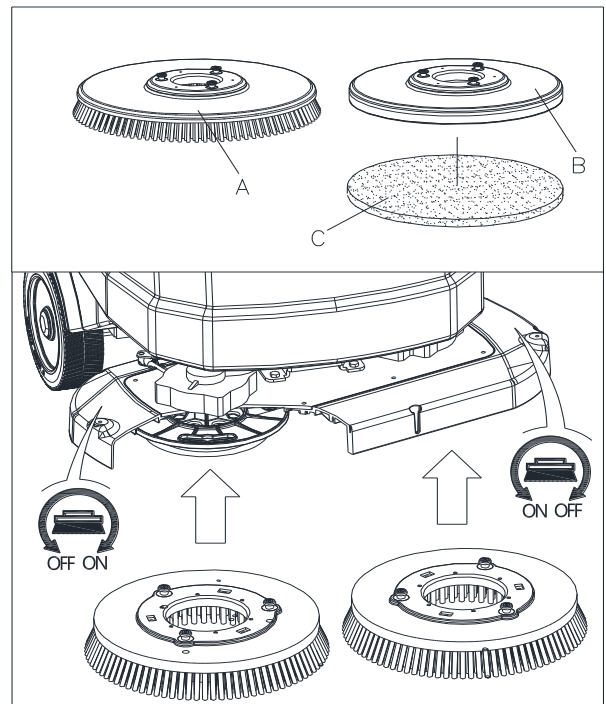

Figura 9
Installare le spazzole (A, Figura 9) o i portafeltro (B e C, Figura 9) a seconda del tipo di pavimento da pulire.
2. Portare al minimo il regolatore di velocità (48), ruotandolo in senso antiorario.
3. Collocare le spazzole (A, Figura 9) o il portafeltro (B) sotto la testata.
4. Ruotare manualmente la spazzola/portafeltro in direzione opposta alla direzione di rotazione normale, in tal modo è possibile effettuare l'installazione (come mostrato in Figura 9).